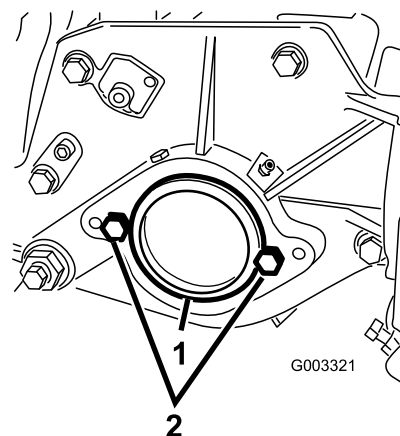

Figura 13
- En el extremo derecho de la unidad de corte, retire el tapón de plástico del alojamiento del cojinete (Figura 13).
- Retire los 2 tornillos de caperuza de la chapa lateral derecha (Figura 13).
- Instale provisionalmente los 2 tornillos de caperuza de montaje del motor del molinete a la chapa lateral izquierda de la unidad de corte (Figura 13).